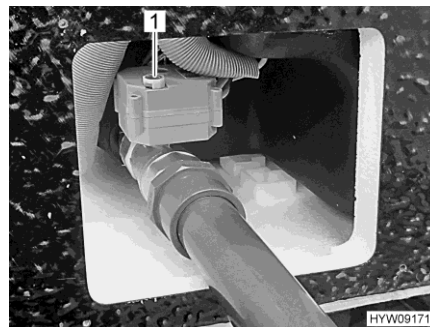

Bild 158 Ratt (avloppsventil)
- För att öppna avloppsventilen, dra rattan (Bild 158,1) uppåt och vrid moturs till stoppläge. Vridriktningen (O för öppna, S för stänga) är markerad på rattan.
- För att stänga avloppsventilen, dra rattan (Bild 158,1) uppåt och vrid medurs till stoppläge.